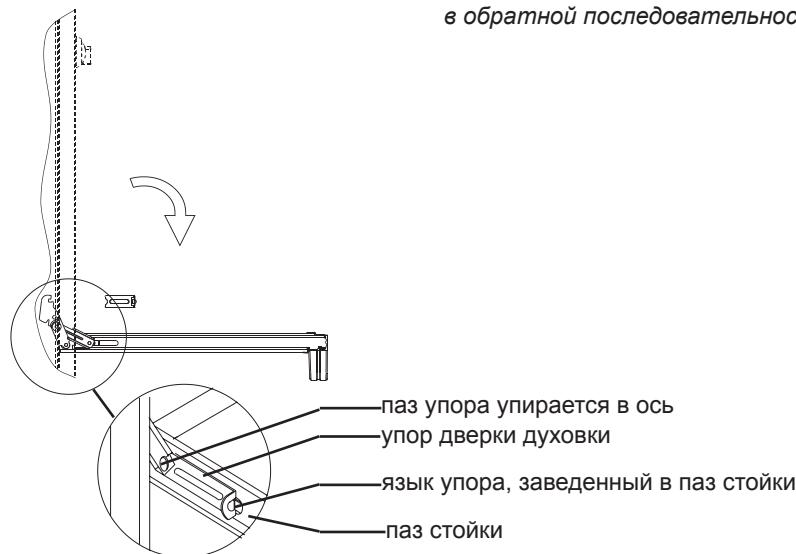

рис. 12
### Для снятия дверцы духовки необходимо (см. рис. 12, 13, 14):
1. Откинуть дверцу в горизонтальное положение. Ввести в пазы, предусмотренные слева и справа в стойках дверцы, два упора дверцы (рис. 12);